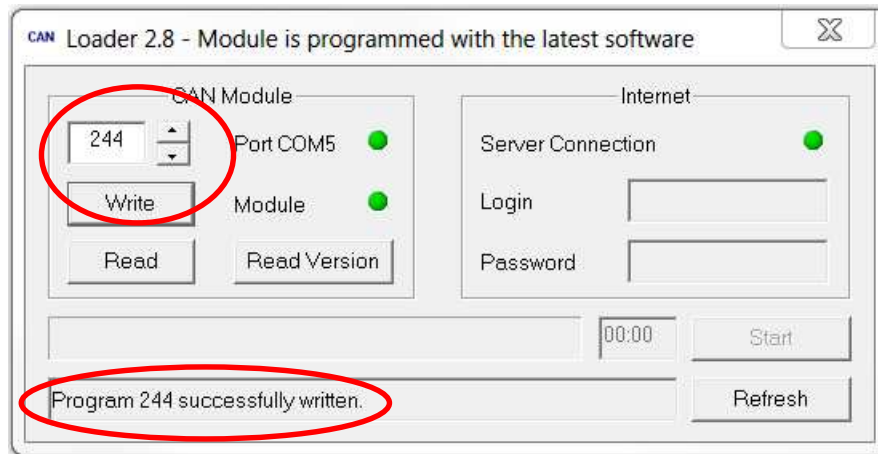

Рис.6
- программатор позволяет ввести номер программы для устанавливаемого на автомобиль модуля: выставить номер программы и нажать **Write** - появится надпись **Program №... successfully written** (см. рисунок 6)